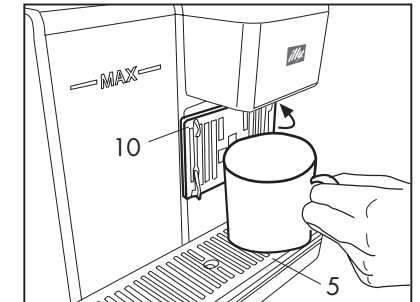

Fig. 6
- S'assurer de l'absence de capsules à l'intérieur et allumer la machine à l'aide de l'interrupteur principal (2).
- Replier le support pour tasses à café (10) et poser une grande tasse sur la grille (5). **(Fig. 6)**